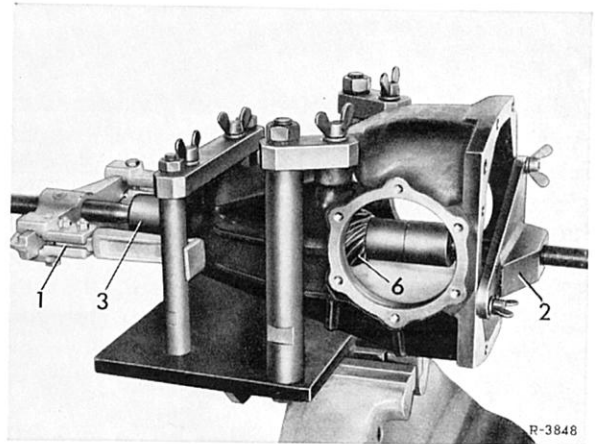

Bild 35–1/21
33 Abdichtring am Außendurchmesser mit Dichtungsmasse bestreichen und auf das Druckstück (3) aufstecken. Vorderen Kegelrollenlager-Innenring (4) einsetzen und zusammen mit dem Abdichtring mit dem Druckstück (3) und dem handelsüblichen Abzieher (1) einpressen (Bild 35–1/5 und 21).